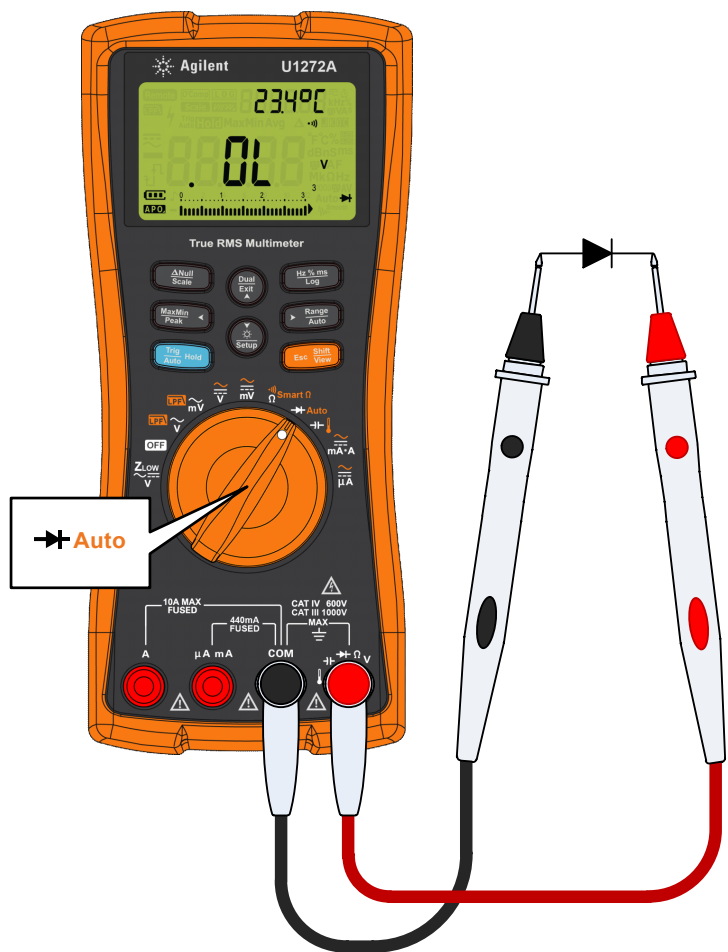

図 2-21 逆バイアス・ダイオードのテスト
- 3 プローブを反転し (図 2-21 を参照)、ダイオード両端の電圧を再度測定します。次の指針に基づいてダイオードを評価します。